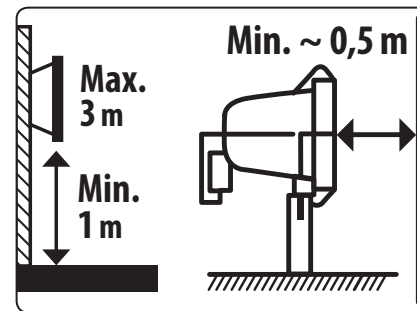
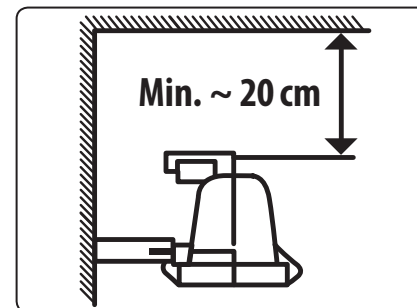

Abb. 6
Abb. 7
Die Entfernung der Scheinwerfer direkt vom beleuchteten Objekt sollte mindestens 0,5 m betragen, siehe Abb. 6.
- Bei Bedarf können die Scheinwerfer an der Wand montiert werden. Befestigen Sie den Scheinwerfer in der Höhe von 1–3 m über dem Boden (Abb. 6). Die Entfernung der Scheinwerfer von dem beleuchteten Objekt sollte mindestens 0,5 m betragen. Ist die Lampe in einer Ecke montiert, muss der Abstand von der Decke mindestens 20 cm betragen (Abb. 7).